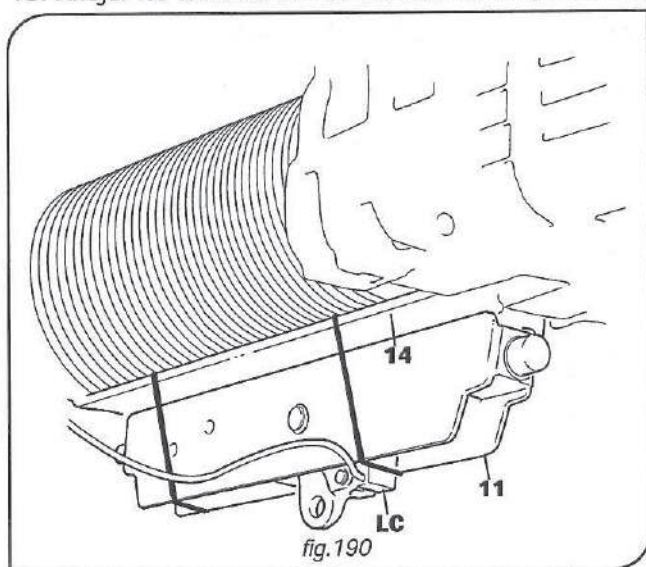

fig.190
8. Amarrar provisionalmente, en modo seguro y estable, el travesaño capofijo -11- al tirante de conexión inferior -14- a la capa del tambor, teniendo cuidado de no desconectar y de no dañar el limitador de carga -LC- ó su hueco (fig. 190).